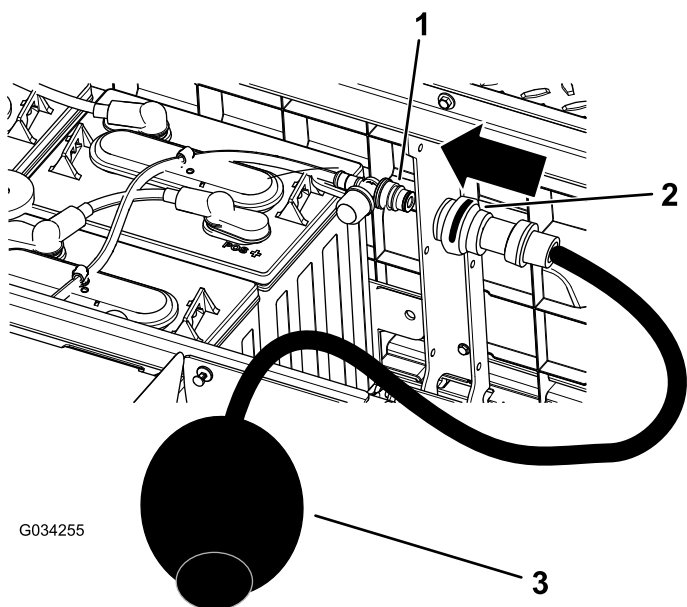

Figura 41
4. Collegate la vostra pompa manuale Toro al foro di riempimento dell'acqua (Figura 41).